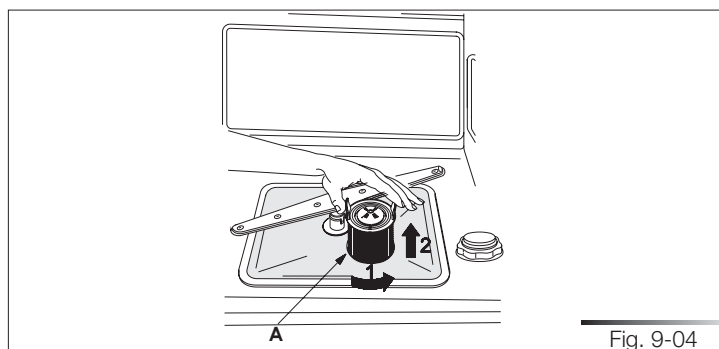

Fig. 9-04
- Controle periódicamente el grupo filtrante (ref. A fig. 9-04) y, si fuese necesario, límpielo bajo el agua corriente (a temperatura ambiente), utilizando un cepillo duro. Para sacarlo de su lugar, tome entre los dedos las lengüetas, gire en sentido antihorario y levante tirando hacia arriba;
- una vez efectuada la limpieza vuelva a instalar el grupo filtrante, uniendo las dos partes que componen el filtro central ejerciendo una ligera presión para permitir el encaje; introduzca el filtro central en el interior del microfiltro (véase la fig. 9-05). Vuelva a instalar el grupo filtrante (ref. A fig. 9-04) en su lugar, girándolo en sentido horario para permitir su bloqueo.